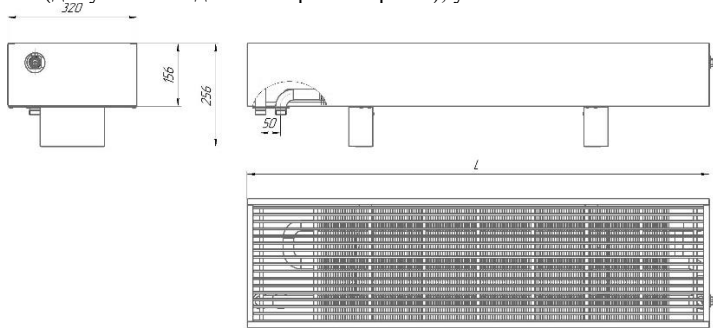

Рис. 1 – Конвектор TEPLA Neo Expro 156(B)x320(Г).
- 1.3. Конвекторы выпускаются в концевом или проходном исполнении, с патрубками для подвода теплоносителя, расположенными с правой или левой стороны прибора, концы присоединительных патрубков гладкие (под сварку) или с раструбами с резьбой наружной G 3/4" (НР ¾) или с резьбой внутренней G 1/2" (ВР ½), габаритные и присоединительные размеры указаны в рис. 1.